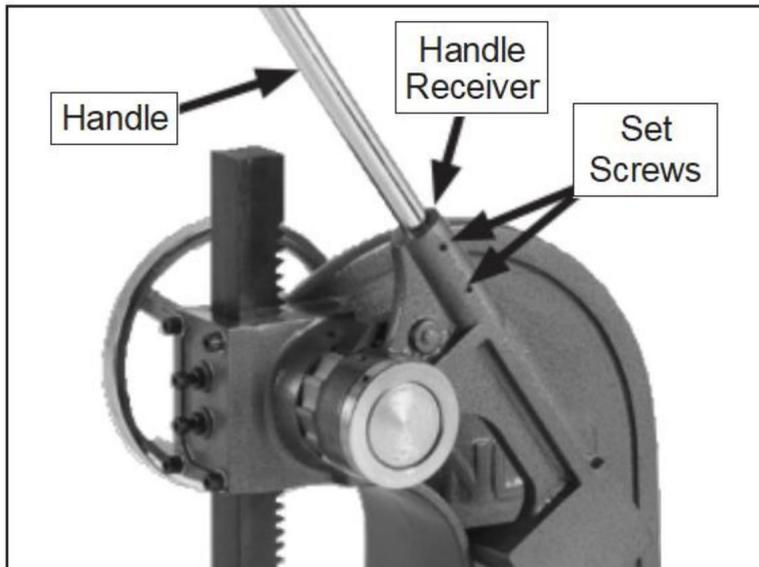

Figure 7. Handle inserted into receiver.
2. Insérez la poignée dans le récepteur de poignée (voir la figure 7) et serrez les deux vis.